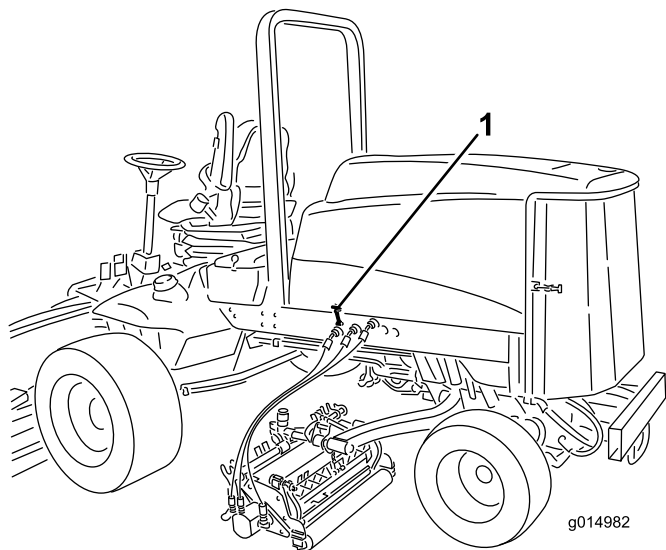

Figura 4
1. Solte o trinco do capot do suporte do trinco do capot (Figura 4).